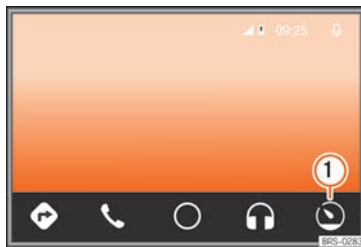

Abb. 188 Menü von Android Auto™
- Im Android Auto™-Betrieb die Funktionsfläche »» **Abb. 188 ①** antippen.